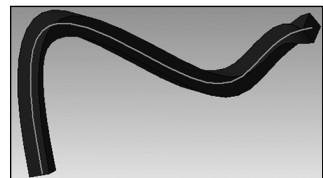

Рис. 12.7. Команда - «Кинематическая операция»
- **Кинематическая операция**  — создает трехмерный элемент протягиванием контура эскиза вдоль заданной траектории (рис. 12.7);